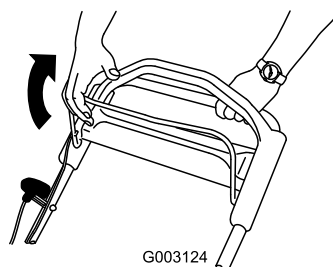

Figura 13
1. Tire de la barra de control de la cuchilla hacia el manillar (Figura 13).